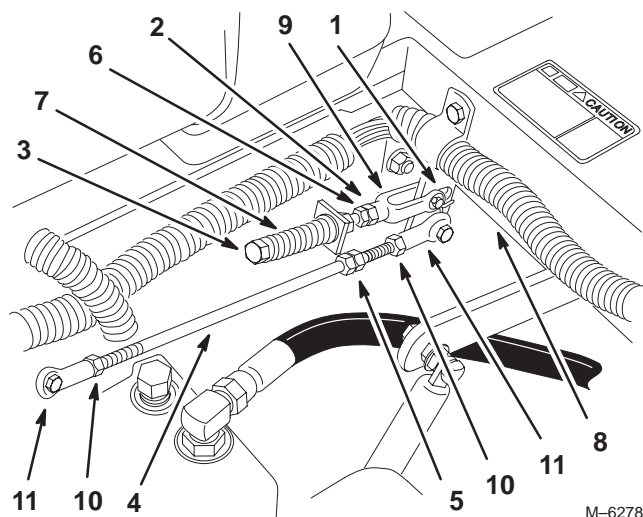

Figure 55
3. Placez le levier au point mort, **sans le verrouiller** (Fig. 55).
4. Tirez-le ensuite en arrière jusqu'à ce que l'axe de chape (situé sur le bras au-dessous de l'axe de pivot) touche l'extrémité de la fente (c.-à-d. commence juste à appuyer sur le ressort) (Fig. 55).
- Si un réglage s'impose, desserrez l'écrou et l'écrou de blocage vissés contre la chape (Fig. 55).
- Serrez l'écrou et l'écrou de blocage (Fig. 55).
- Desserrez les contre-écrous sur les rotules de la tige de commande de la pompe (Fig. 55).
- Régalez la longueur de la tige de pompe en tournant les doubles écrous dans le sens voulu, jusqu'à ce que la roue soit immobilisée ou tourne légèrement en marche arrière (Fig. 55).
- Serrez les contre-écrous contre les rotules (Fig. 55).